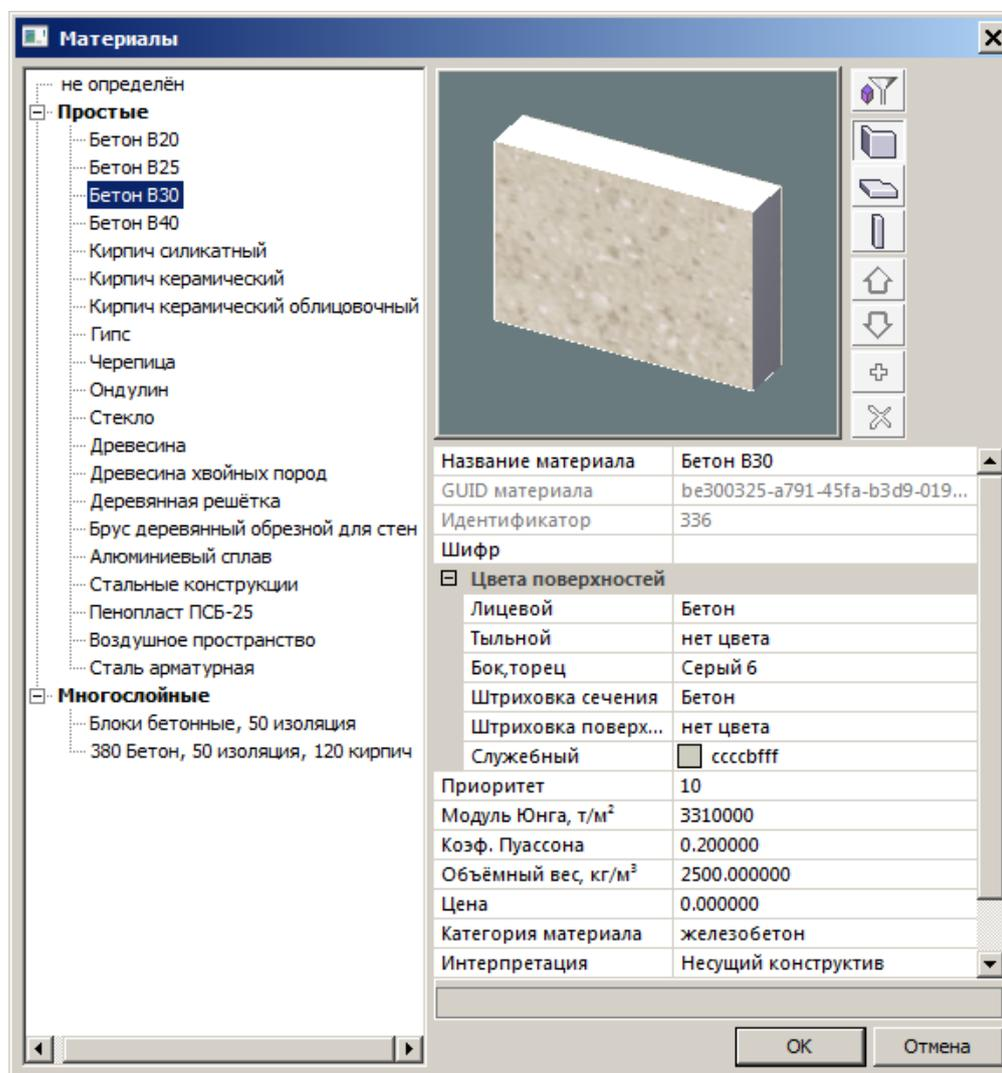

Рис.6.5. Диалоговое окно **Материалы**
- В открывшемся диалоговом окне **Материалы** (рис.6.5) выберите из списка материал **Бетон Б30**.